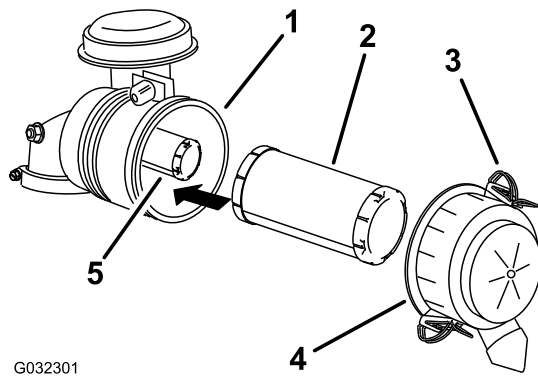

Figure 29
3. Ouvrez les dispositifs de verrouillage du filtre à air et détachez le couvercle du boîtier du filtre (Figure 29).
- Sortez le préfiltre du boîtier du filtre avec précaution (Figure 29).
- Si vous remplacez l'élément de sécurité, glissez-le avec précaution dans le boîtier du filtre (Figure 29).
- Placez ensuite le préfiltre sur l'élément de sécurité avec le même soin (Figure 29).
- Reposez le couvercle du filtre à air, le côté portant l'inscription **UP** en haut, et fermez les dispositifs de verrouillage (Figure 29).